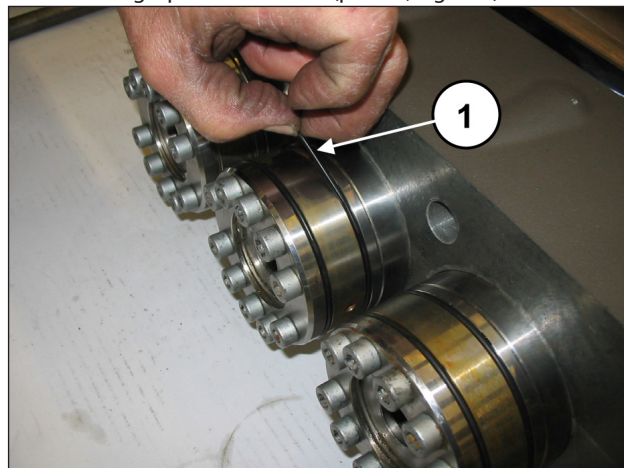
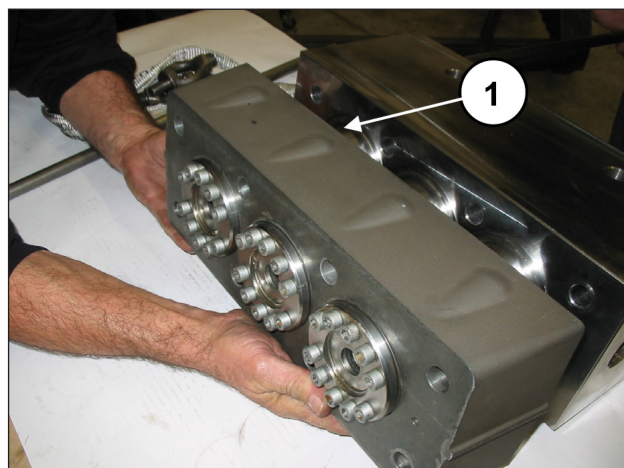

Fig. 110
Fig. 111
Retire os anéis circulares dos suportes das juntas de estanqueidade (pos. ①, Fig. 110) e retire o espaçador para camisas dos grupos das camisas (pos. ①, Fig. 111).